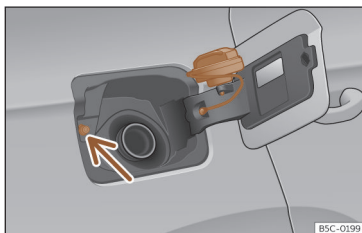

Fig. 199 Tapa del depósito con el tapón encajado.
- Colóquelo en el espacio que hay en la bisagra de la tapa abierta >>> **fig. 199.**
Evite tocar el botón de bloqueo de la tapa de combustible >>> **fig. 199** (flecha). El sistema entenderá que ha acabado y no podrá seguir repostando. Vuelva a pulsar la tecla **B** de la puerta del conductor para continuar.